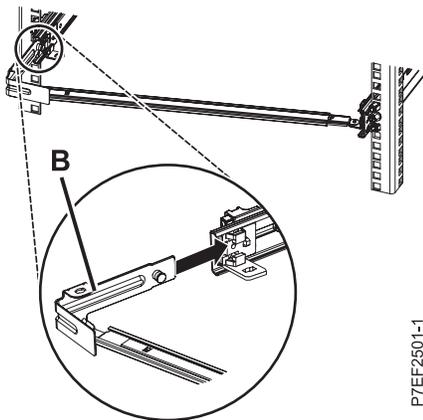

Abbildung 15. Stift herausziehen und Halterung in der Schiene installieren
- Zum Anschließen der anderen Seite des Stützarms an der Rückseite der Schiene schieben Sie die Halterung (**B**) in die linke Schiene, bis die gefederte Verriegelung einrastet, wie in Abb. 15 dargestellt.